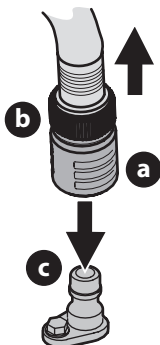

Figura 29
3. Tire del collarín de ajuste (a) del adaptador del pico (b) hacia atrás y empuje el adaptador del pico sobre el pico de lavado de la plataforma (c). Suelte el collarín de ajuste para trabar el adaptador del pico en el pico de lavado de la plataforma (Figura 29).